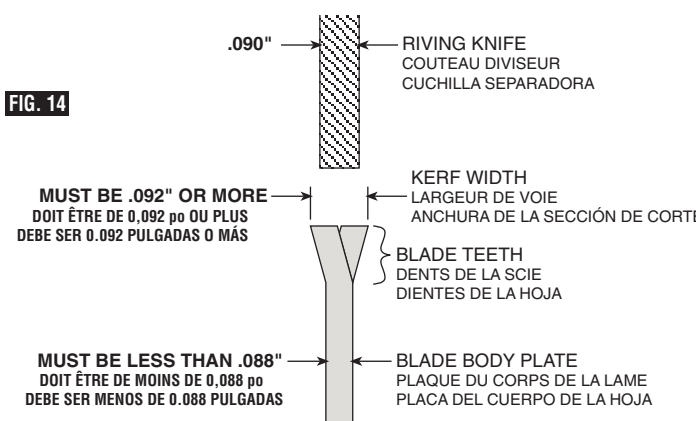
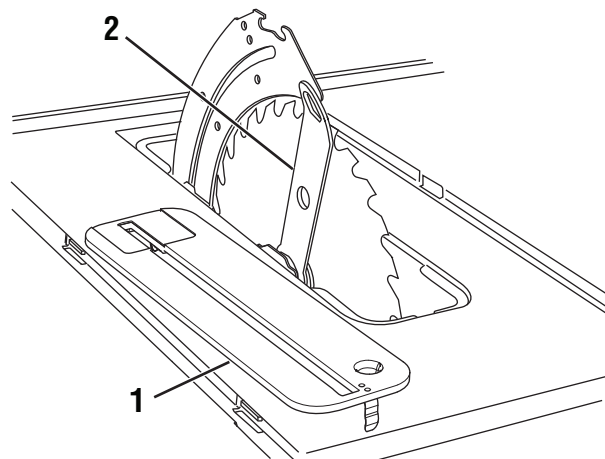

FIG. 15
FIG. 16
1. Gire la rueda de elevación en el sentido de las agujas del reloj hasta que la hoja esté tan alta como se pueda y retire el accesorio de inserción de la mesa 1 utilizando el agujero para el dedo (Fig. 15).
2. Inserte la llave 2 junto a la hoja en el eje portaherramientas (Fig. 15). Lentamente gire la hoja con la mano hasta que la llave enganche totalmente en los dos planos del eje portaherramientas. Mientras sostiene la primera llave, afloje la tuerca del portaherramientas 3 en sentido contrario a las agujas del reloj con la otra llave para portaherramientas 4 (Fig. 16). Deje la llave a un lado y continúe aflojando la tuerca del portaherramientas 3 con la mano y extraiga la tuerca 3 y la arandela exterior 5. Ya se puede sacar o instalar la hoja haciéndola deslizar por el eje portaherramientas 6.
4. Arme la arandela exterior 5 y la tuerca del portaherramientas 3 como se muestra en la figura 17. Mientras sujeta el eje portaherramientas con la llave 2 ajuste firmemente la tuerca del portaherramientas 3 en el sentido de las agujas del reloj con la llave 4 (Fig. 16).